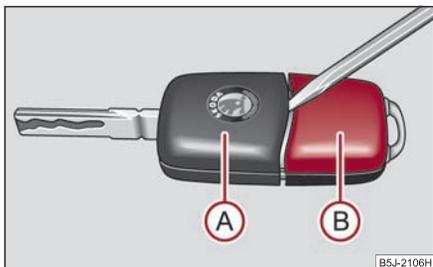

Abb. 33 Schlüssel mit Funkfernbedienung trennen
Jeder Funkschlüssel enthält eine Batterie, die im Deckel **(B)** des Sendergehäuses untergebracht ist ⇒ Abb. 33. Wir empfehlen Ihnen, die Schlüsselbatterie von einem Fachbetrieb wechseln zu lassen. Falls Sie jedoch die verbrauchte Batterie selbst wechseln wollen, gehen Sie wie folgt vor:
- Hebeln Sie das Schlüsselteil **(A)** ⇒ Abb. 33 vorsichtig mit einem Schraubendreher vom Sendergehäuse **(B)** ab.